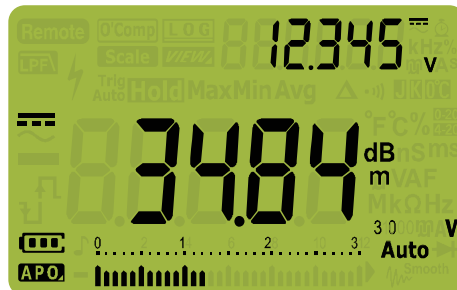

Figura 2-9 Visualizzazione dBm
- 2 Premere **⏏** fino a quando non vengono visualizzate le misurazioni di tensione come un valore dBm, come riportato in **Figura 2-9**.